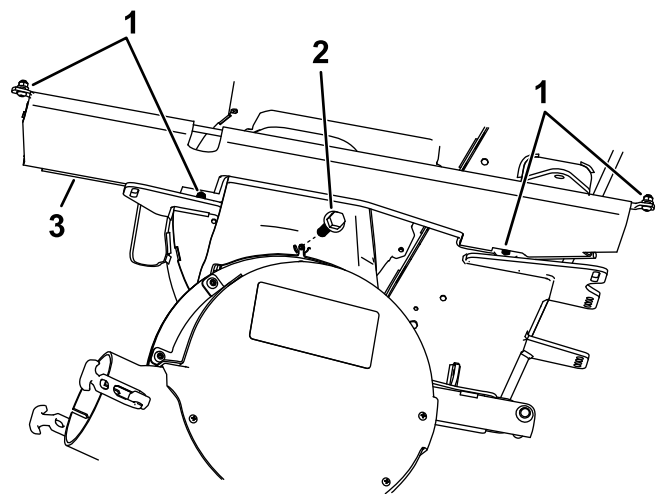

Figura 3
4. Instale a nova cortina na estrutura e plataforma do cortador utilizando as ferragens existentes (Figura 3).
5. Instale o parafuso (1/4 pol. x 5/8 pol.) no furo de onde o manípulo foi removido (Figura 3).